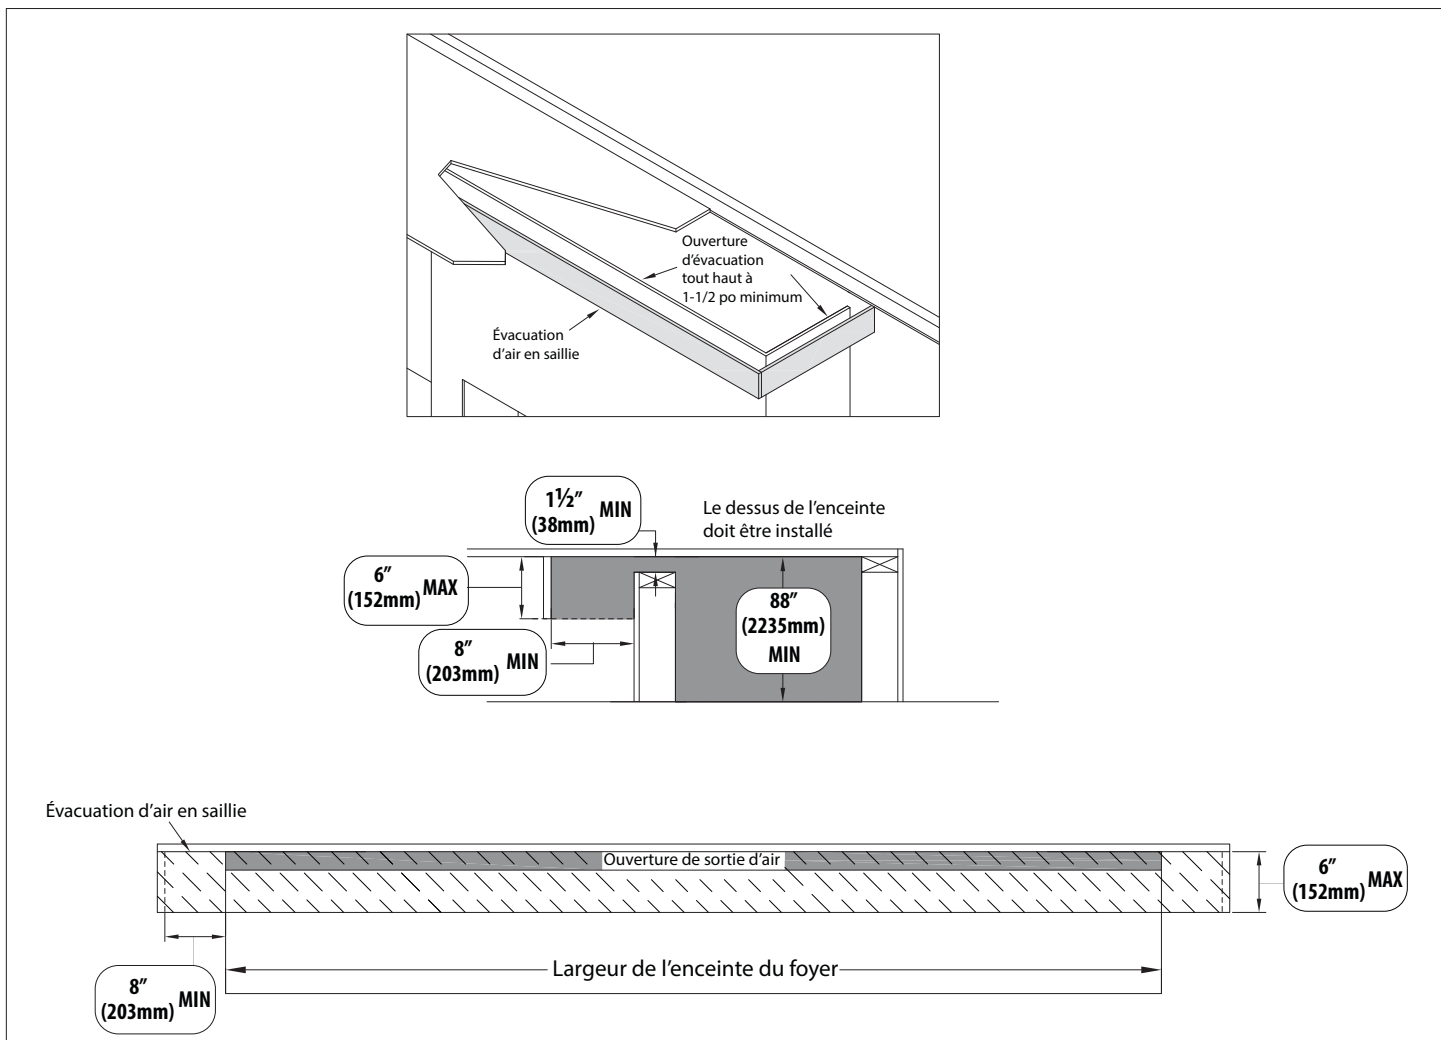

Figure 3.23, Option d'installation de la cavité ventilée tout haut (avec évacuation d'air en saillie)
- La Figure 3.23 de la page suivante montre une autre installation possible pour l'option de cavité ventilée à tout haut, avec une évacuation d'air en saillie devant l'ouverture d'évacuation d'air. Cette méthode d'installation peut servir à dissimuler l'ouverture d'évacuation d'air.